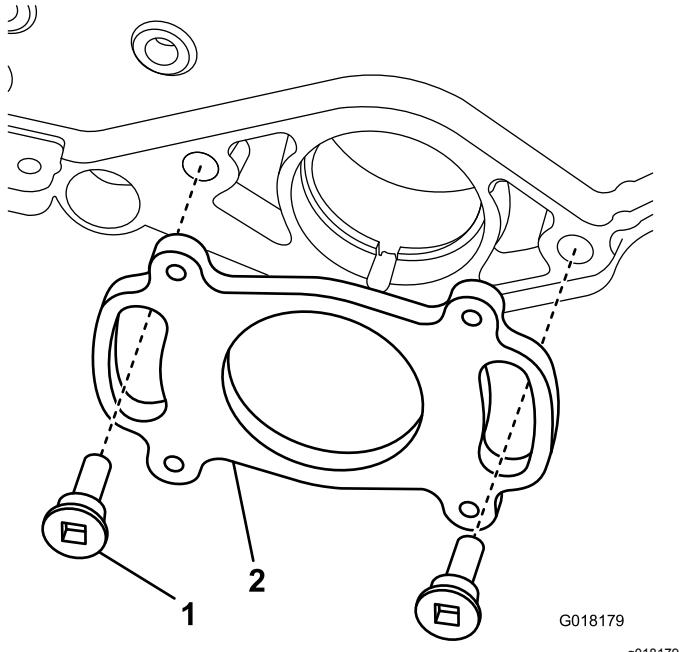

Figura 8
- Sujete la chapa de montaje trasera usando 2 pernos de cuello largo, según se muestra en Figura 8.